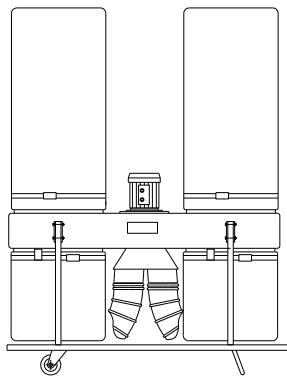

Рис. 1
I. УВП-3000- Ф3;И1 - на основании с двумя колесными опорами, рис.1.